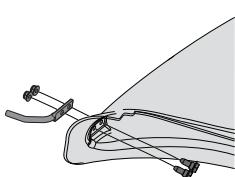

Figura 17
1. Desde el interior de la bota, coloque los dos tornillos de cabeza hexagonal (738-1225) del paquete de herramientas 689-00636, a través de los orificios en la parte inferior delantera de la bota. Consulte la Figura 17.
2. Coloque la varilla de montaje (747-06043), en su lugar sobre los tornillos de cabeza hexagonal. Asegúrate de que la punta de la varilla esté hacia afuera desde la bota. Consulte la Figura 17.
3. Comience a enroscar las tuercas de seguridad de la brida (712-04064) en los tornillos de cabeza hexagonal. Consulte la Figura 17.